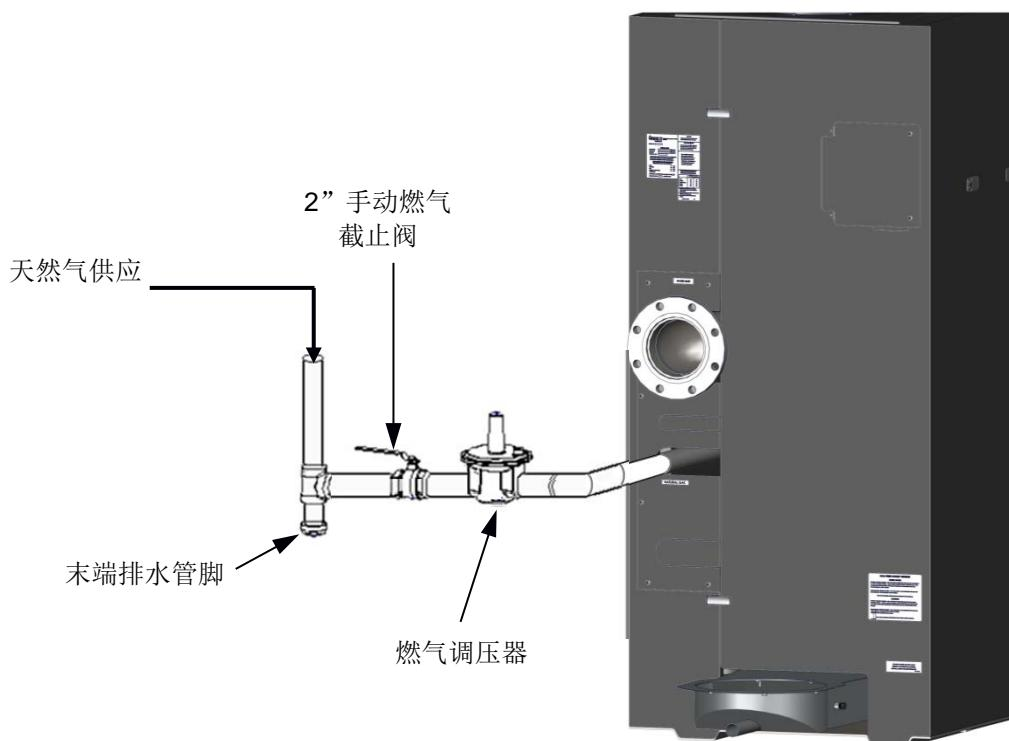

图 2-10：手动燃气截止阀位置
必须在锅炉的上游燃气供应管路安装一个手动截止阀，如图 2-10 所示。
- 对于气压超过 **1 PSI (6.9 kW)** 的 3 台或以上的设备安装，强烈建议使用单独的外部燃气供应调压器（参阅图 2-10）。对于气压低于 **1PSI (6.9kW)**，不需要安装调压器；但是对于气压高于 **2PSI (13.8kW)**，则必须安装调压器。请参考“基准系列燃气供应设计指南”，TAG-0086, GF-2035 并咨询当地燃气公司，了解有关调压器排放的详细要求。